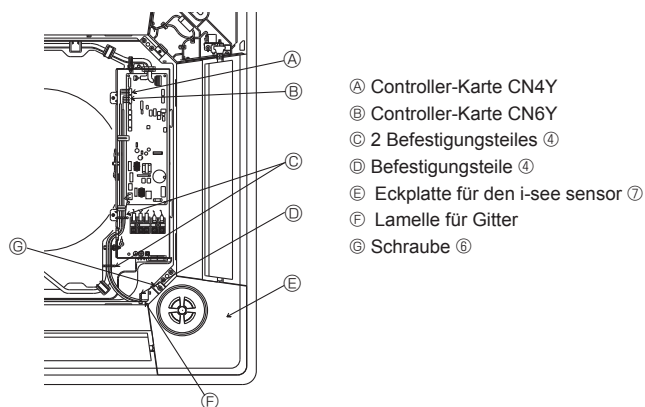

Fig. 6-10
6.6. Anbringung der Eckplatte für den i-see sensor (Fig. 6-10)